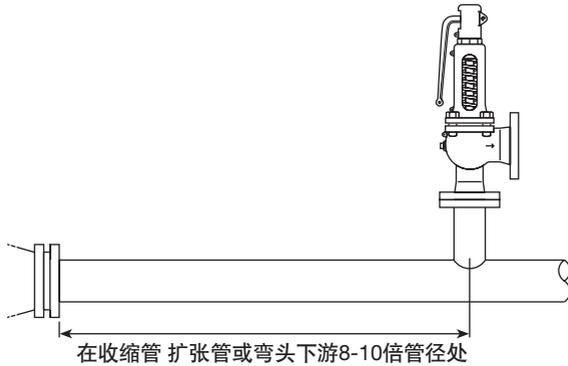
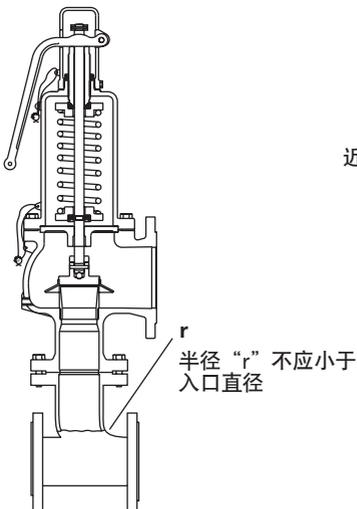
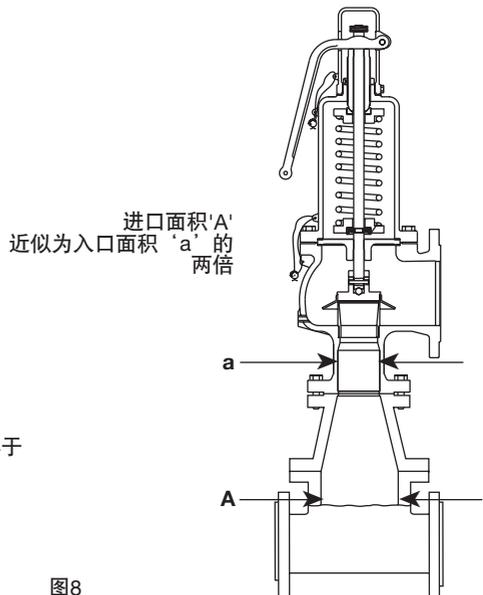

图6
图7
图8
- 6.4 入口连接管尺寸不应小于安全阀的尺寸（见图7和图8，第16页）。
安全阀应安装在收缩管、扩张管或弯头下游8-10倍管径处（见图6）。入口管应如图7或图8所示安装。